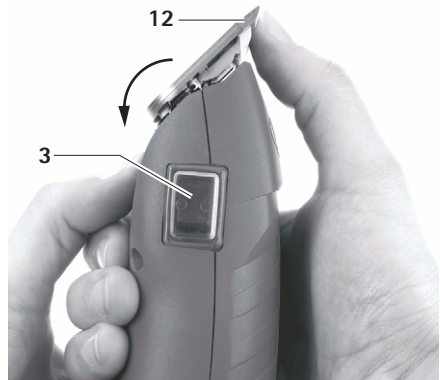

Fig. 5
- Fäll klipp huvudet **12** framåt, se Fig. 5.